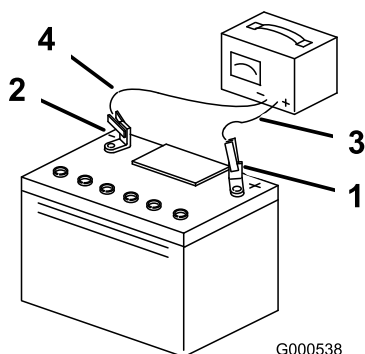

Figura 43
4. Cuando la batería esté completamente cargada, desconecte el cargador de la toma de electricidad, luego desconecte los cables del cargador de los bornes de la batería (Figura 43).